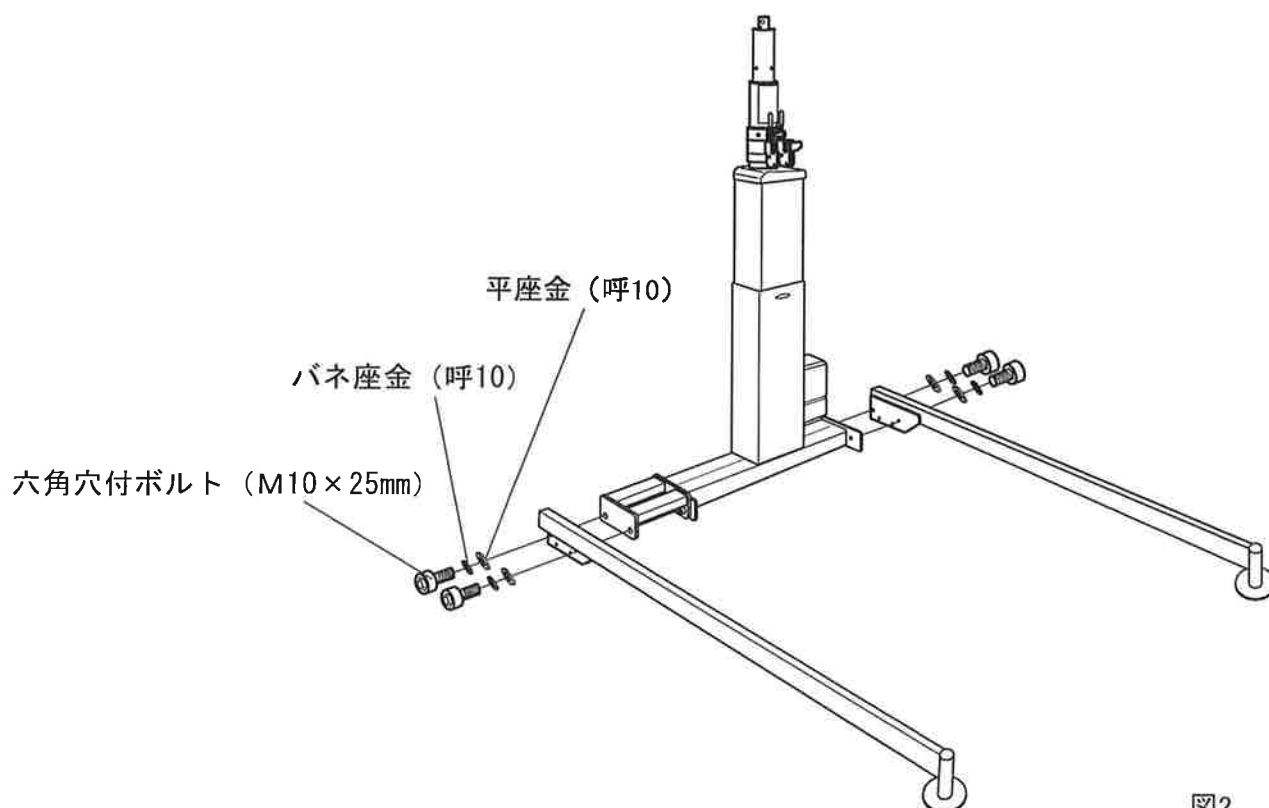

図2
- ② レッグ（左）、レッグ（右）をポールベースに、六角穴付ボルト（M10×25mm）、バネ座金（呼10）、平座金（呼10）で取り付けてください。（各2カ所）（図2）